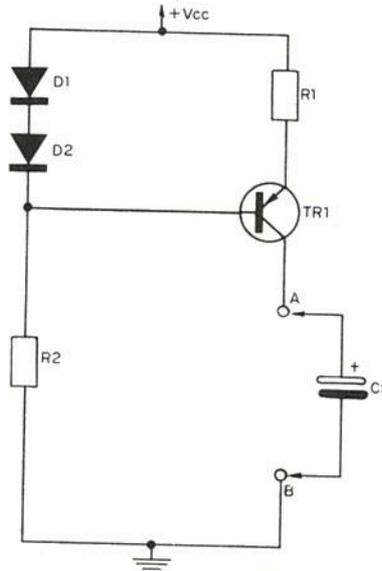

FIGURA 1
Recorrendo à minha biblioteca de consulta, acabei por encontrar um desses circuitos de corrente constante, exatamente o mostrado na figura 1. A corrente que circula pelo coletor de TR1 depende, em princípio, do valor ôhmico de R1; desta forma; qualquer que seja a carga posta entre os pontos A e B desse circuito (figura 1), inclusive curto, irá circular em pré-fixado valor de corrente, no caso de um capacitor a ddp do ponto A irá crescendo lentamente, e de forma linear, obedecendo a equação (I) acima.
A primeira idéia foi a de estabelecer um certo tempo (fixo) e medir a tensão nos bornes do capacitor que assim se tornaria inversamente proporcional à capacitância do capacitor. De fato: $I = \text{constante}$, fixada pelo circuito da figura 1, e o tempo t também constante, estabelecido por um monoestável de precisão, fazem com que a expressão acima assumo o seguinte aspecto.
O Inconveniente da idéia: Eu teria de projetar um circuito capaz de "sentir" o exato momento que a carga do capacitor atingia o valor de tensão V_c previamente ajustado, e mais, tal circuito deveria dispor de alta impedância de entrada de forma a não existir interação com o circuito anterior (de carga do capacitor - figura 1).
cia de entrada, não sobrecarregando o estágio anterior através de sua entrada inversora que é conectada ao ponto A do esquemático da figura 1. Enquanto o potencial dessa entrada não inversora é inferior ao estabelecido pelo conjunto $R1 - P1$, o operacional apresenta essa sua saída, praticamente, a tensão de alimentação $+V_{cc}$ e com isso o capacitor $C1$, que atua como memória, começa a carregar-se linearmente através da fonte de corrente constante propiciada pelo conjunto $D1$ a $D4$, $R3$, $R4$, $TR1$ e saída do amplificador operacional C.I. 1. Tão logo o capacitor sob teste apresente uma ddp ligeiramente superior ao de referência do A.O. (amplificador operacional), a saída deste último comuta para praticamente $-V_{cc}$, interrompendo a carga de $C1$ ainda que o capacitor em teste continue a carregar-se. Conclui-se, então, que a tensão sobre os bornes de $C1$ é diretamente proporcional à carga de C_x adquirida, durante o tempo t , para atingir a tensão de referência.